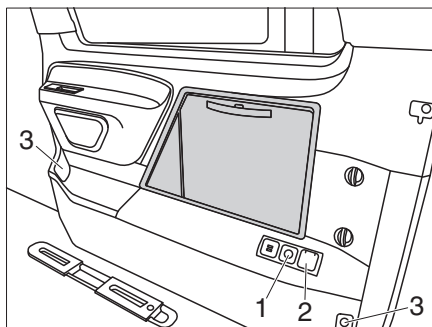
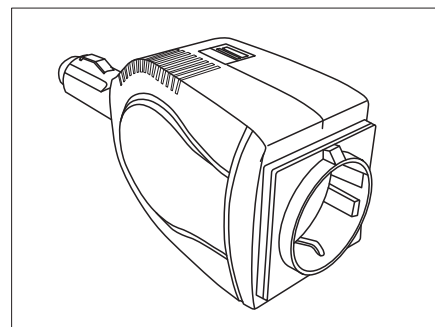

Bild 17 Steckdosen am Fahrzeug
Bild 18 Wechselrichter
- während der Fahrt an einer der Original Mercedes-12-V-Steckdosen (Bild 17,3) mit Wechselrichter (Bild 18).
- an der 230-V-Steckdose (Bild 17,2). Voraussetzung dafür ist, dass das Fahrzeug an 230-V-Landstrom angeschlossen ist.
- an der 12-V-Steckdose (Bild 17,1) des optionalen E-Pakets mit Wechselrichter (Bild 18).